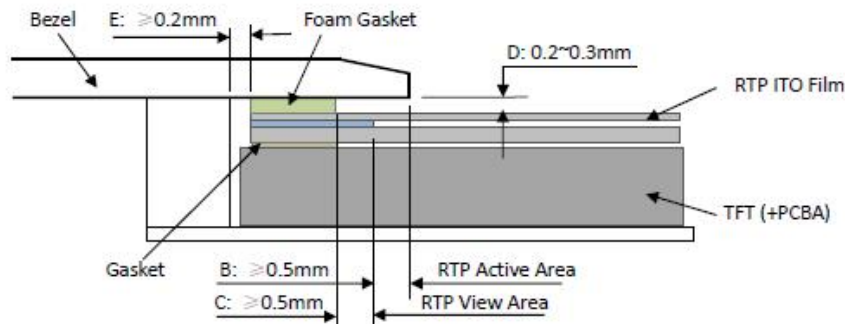

Figure 4
- It should bezel touching the RTP Active Area (A.A.) to prevent abnormal touch. It should left gap  $D=0.2\sim0.3\text{mm}$  in between. (Figure 4)
It is suggested to protect those areas with gasket (between the bezel and RTP). The suggested figures are  $B\geq 0.50\text{mm}$ ;  $C\geq 0.50\text{mm}$ . (Figure 4)
- The bezel side wall should keep space  $E=0.2\sim0.3\text{mm}$  from the RTP. (Figure 4)
- 为避免面框直接压在动作区 (A. A.) 上造成误动作, 面框与电阻触摸屏 (RTP) 之间应留有一定的空隙  $D=0.2\sim0.3\text{mm}$  之间. (附图 4)
- 设计面框时, 要注意用面框保护触摸屏四周的非保证操作区域, 因为布线区域在此处形成一台阶, 在此区域附近操作时 ITO Film 变形较大, 容易导致 ITO 损坏而降低寿命. 为保护 RTP 和避免误操作, 在 RTP 与面框之间垫缓冲物 (Gasket), 我们建议设计面框应覆盖动作区的边缘, 面框边缘到 V. A. 区的距离  $B\geq 0.50\text{mm}$ ; 垫圈内边缘到 V. A. 区的距离  $C\geq 0.50\text{mm}$ . (附图 4)
- 在设计面框与 RTP 组装时, 应考虑到面框内侧与 RTP 外侧的间距  $E\geq 0.2\text{mm}$ . (附图 4)